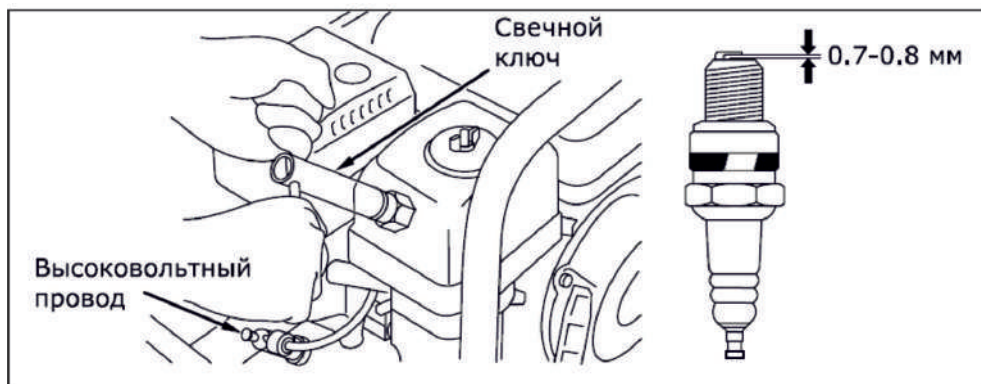

Рис. 16
1. Снимите со свечи колпачок высоковольтного провода (рис. 16).